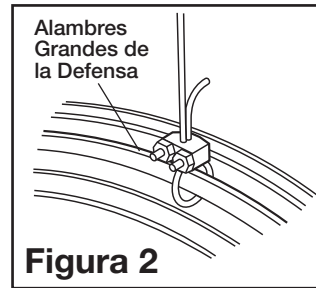

Figura 2
1. Entrelazar el cabo del cable alrededor de los alambres de diámetro grande tanto por la parte delantera como por la parte trasera de la defensa del ventilador (Figura 2).
2. Fijar la mordaza del cable de manera que la "u" del lado del bucle quede con cabo de 1 a 2 pulgadas aproximadamente. Apretar las tuercas de la mordaza. Hay que asegurarse de que ninguna parte del cable estorbe a la paleta (Figura 2).